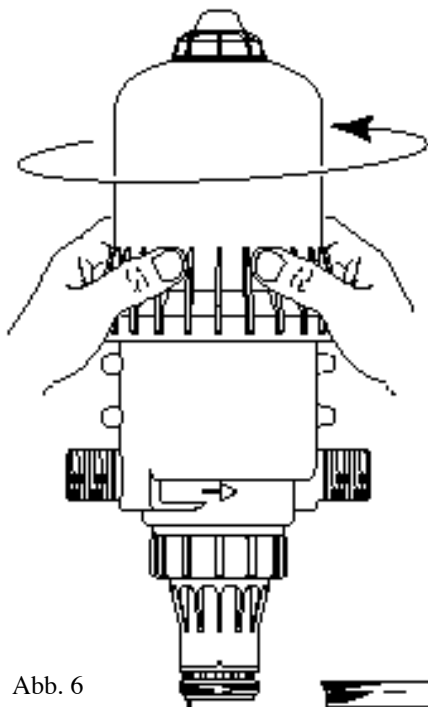

Abb. 6
- Die Glocke von Hand losschrauben und herausziehen (**Abb. 6**).